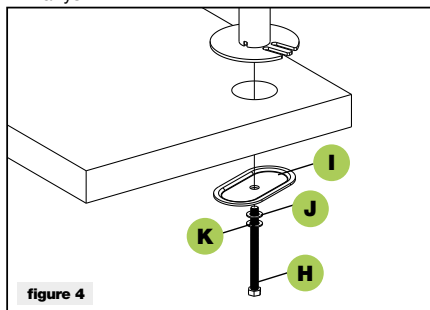

figure 4
2. Position the pole (a) on the mounting surface and secure using the support plate (i), M10 washer (j), spring washer (k) and M10 bolt (h). Fasten the M10 bolt using provide wrench (o), see figure 4.
2. Das Rohr (a) auf der Montagefläche positionieren und mithilfe der Haltescheibe (i), der Unterlegscheibe M10 (j), der Federscheibe (k) und der Schraube M10 (h) fixieren. Die Schraube M10 mit dem mitgelieferten Schlüssel (o) festziehen, wie in Abbildung 4 gezeigt.
2. Placer le tube (a) sur la surface de montage et le fixer en utilisant la plaque de support (i), la rondelle M10 (j), la rondelle élastique (k) et la vis M10 (h). Serrer la vis M10 à l'aide de la clé fournie (o), conformément à la figure 4.
2. Posicionar el tubo (a) sobre la superficie de montaje y sujetarlo usando la placa de soporte (i), la arandela M10 (j), la arandela elástica (k) y el tornillo M10 (h). Apretar el tornillo M10 usando la llave incluida (o), como en la ilustración 4.
2. Umieścić rurę (a) na powierzchni montażowej i umocować ją za pomocą płytki wspierającej (i), podkładki M10 (j), podkładki elastycznej (k) i śruby M10 (h). Dokręcić śrubę M10 kluczem (o) znajdującym się na wyposażeniu, jak pokazano na rys. 4.